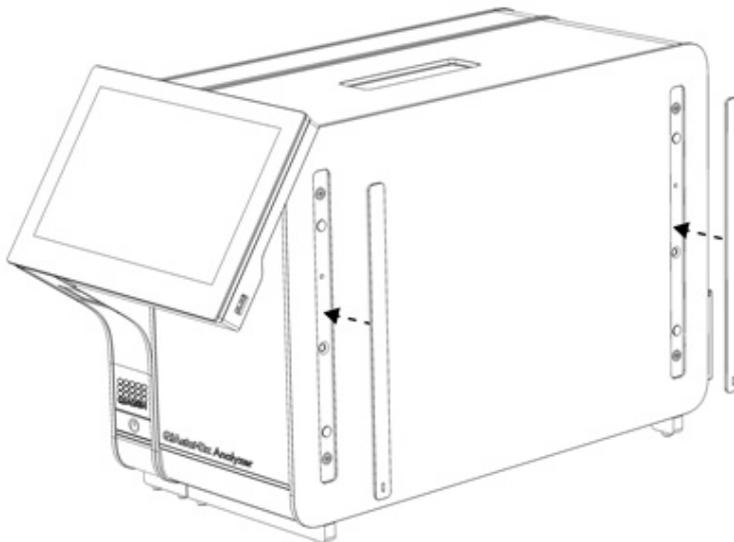

Figura 7. Recolocando as coberturas de proteção.
4. Recoloque as coberturas de proteção na parte lateral do Módulo analítico (Figura 7).